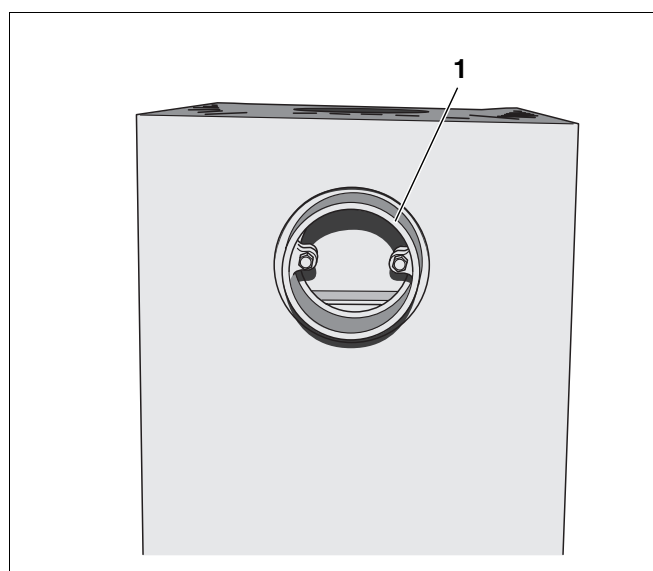

Abb. 20 Abgasanschluss Rückseite – Abgasstutzen
- Abgasstutzen (Abb. 20, **Pos. 1**) am Abgasanschluss Rückseite montieren.